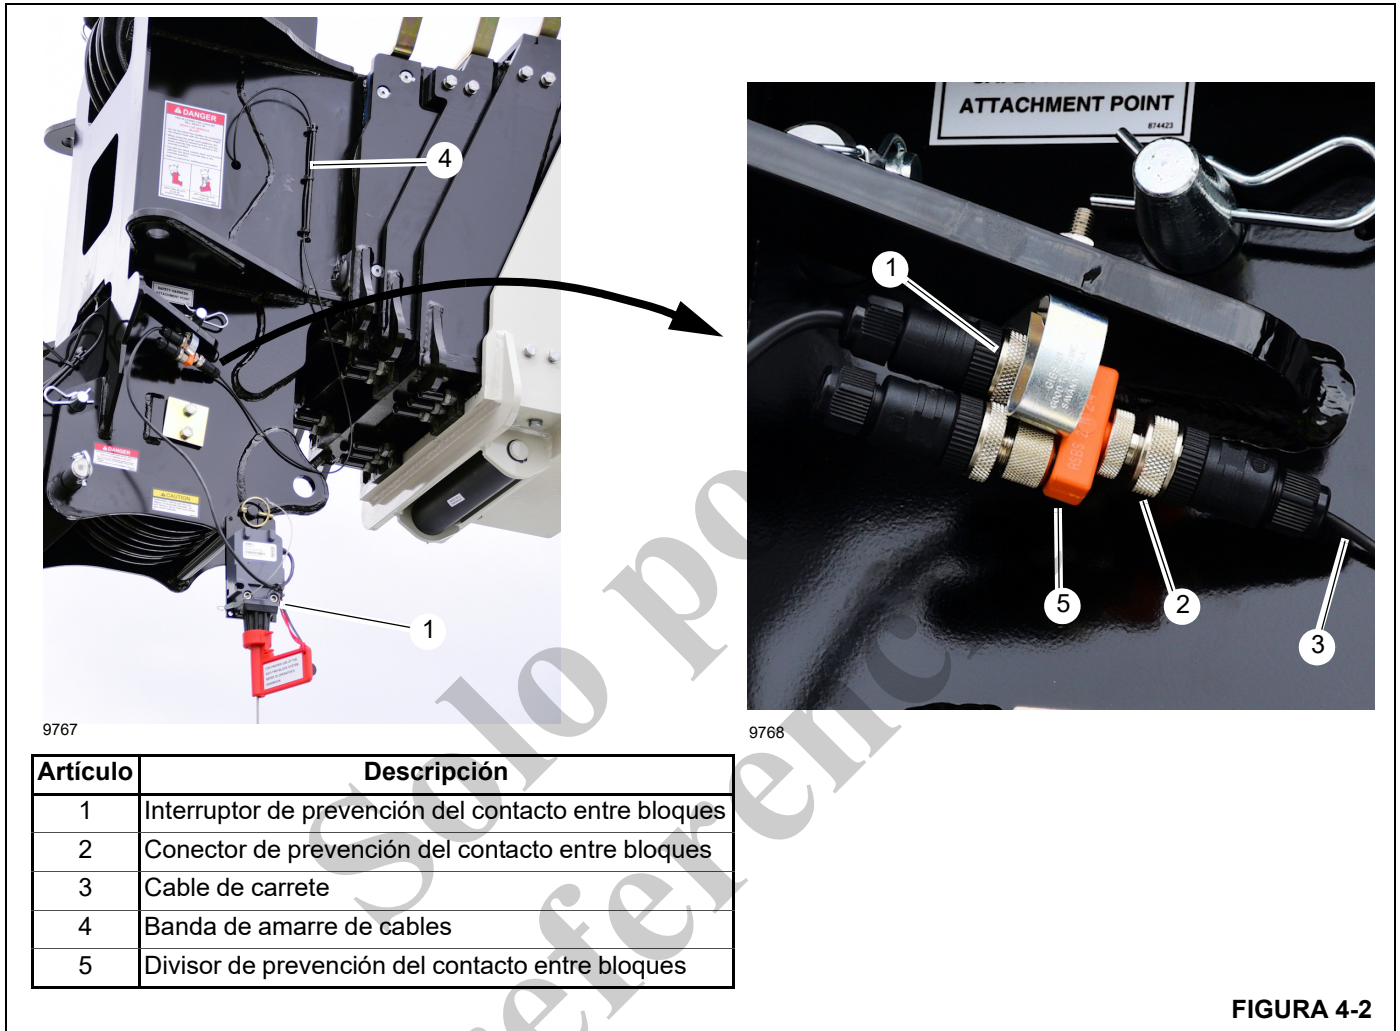

FIGURA 4-2
2. Desconecte y retire el interruptor de prevención del contacto entre bloques (1, Figura 4-2).
3. Desconecte la conexión de prevención del contacto entre bloques (2) del carrete de cable del conjunto divisor de prevención del contacto entre bloques (5) en la punta de la pluma.
4. Quite el conector de prevención del contacto entre bloques del cable del carrete (3). El retiro del conector del
10. Añada el conector de prevención del contacto entre bloques (2, Figura 4-2) al extremo del cable del carrete (3).
11. Conecte el conector del cable del carrete (2) al conjunto divisor de prevención del contacto entre bloques (5).
13. Asegure el cable del carrete a la pluma con amarras de cable (4).